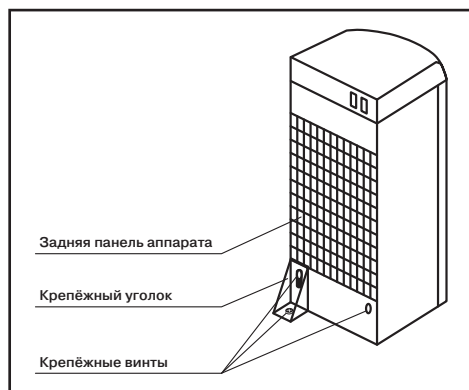

Рис. 3. Фиксация аппарата
Во избежание падения аппарата, закрепите аппарат, следуя инструкциям на рис. 3 и 3а.
3. Сделайте отверстие на поверхности, где будет стоять аппарат (пол, подставка, стол и т.д.). Вставьте дюбеля в отверстие, как показано на рисунке 3а (4).
5. Далее пошагово следуйте инструкции на рис. 3 (1–6).
Рис. 3а. Фиксация аппарата